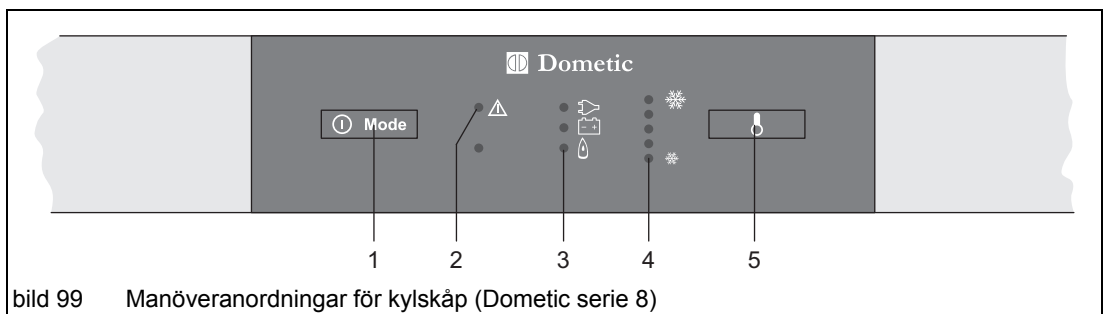
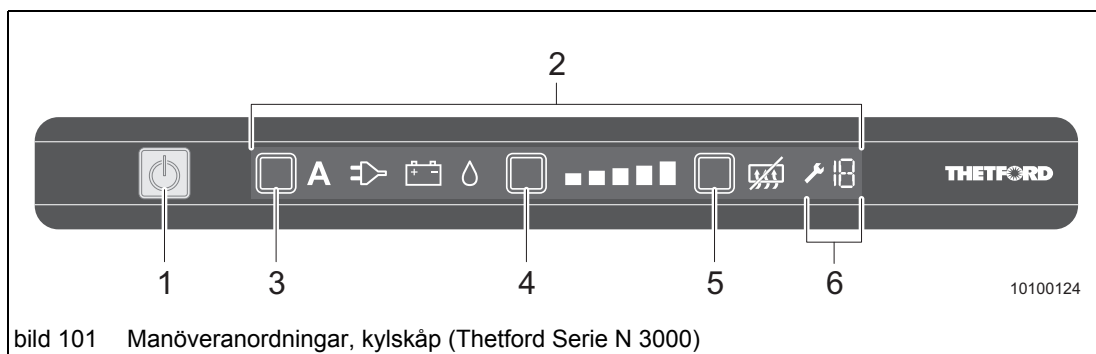

bild 99 Manöveranordningar för kylskåp (Dometic serie 8)
bild 101 Manöveranordningar, kylskåp (Thetford Serie N 3000)
- ➔ I kylskåp med manuell energival (MES), tryck på omkopplaren (bild 99/1) och (bild 101/ 2) upprepade gånger tills "Gasolläge" indikeras. Tändningen sker automatiskt.